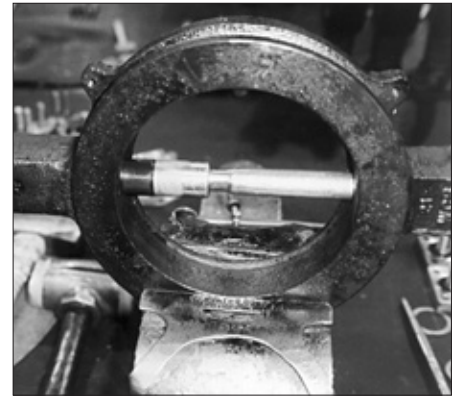

Figura 5 - Inserción parcial del casquillo del eje.
2. A fin de no dañar los casquillos de los ejes (8), presione suavemente el casquillo en el cojinete del cuerpo del eje al golpear con delicadeza el casquillo (8) con un mazo de goma.
3. Una vez que haya insertado parcialmente el casquillo del eje (8) en el cojinete del cuerpo de la válvula, inserte la herramienta de instalación/extracción contra el casquillo del eje superior. (véase Figura 5)